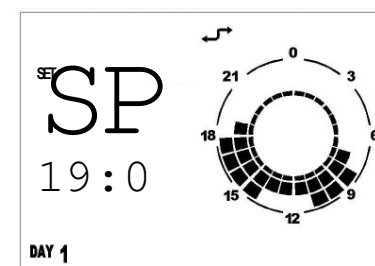

Abb. 5 – Tagessollwert
8. Die eingestellte Schaltzeit und das Temperaturniveau werden auch grafisch auf der Uhr des Displays angezeigt (siehe Abb. 5).
10. Im Beispiel von Abb. 5 wurden für den Tag Montag 7 Sollwerte wie nachfolgend gezeigt eingestellt:
- Bei Durchführung der freien Programmierung der Tagessollwerte ist es wichtig, **IMMER** alle 24 Stunden wie im Beispiel von Abb. 5 angegeben zu programmieren. Wenn bestimmte Zeitzonen unprogrammiert bleiben, verwendet der Modulationsregler automatisch die am Vortag für diese Zeitzonen eingestellten Daten (auch wenn dies nicht auf dem Display angezeigt wird).